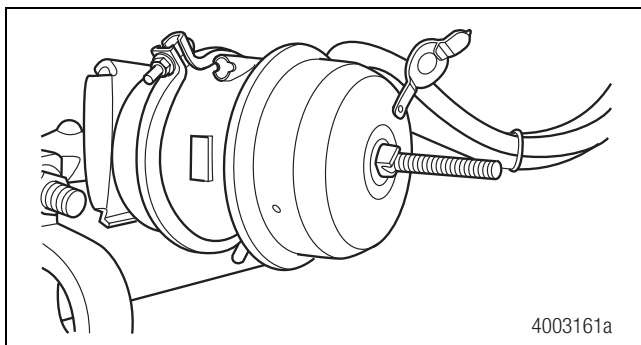

Figura 3.3
5. Si el eje posee alojamientos de frenos de resorte, comprima y bloquee cuidadosamente los resortes de modo que no puedan actuar. Figura 3.3.